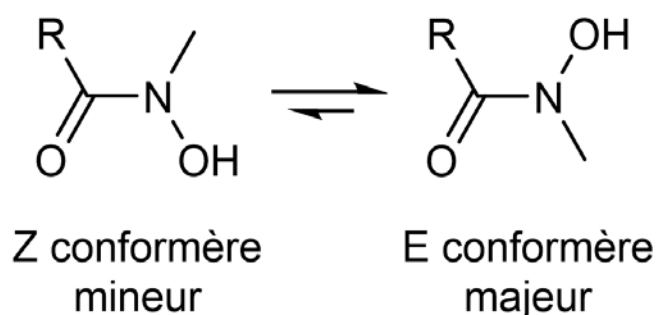

Figure 1 : Formule chimique d'acide hydroxamique et ses conformères
puisque'ils ont porté sur des analogues de sidérophores de la famille des acides hydroxamiques. La fonction acide hydroxamique est constituée d'une hydroxylamine sur un groupe carbonyle (Fig. 1) et la structure est telle que la rotation autour de la liaison C-N centrale est restreinte. [2] La molécule prédomine en solution aqueuse sous la forme dite E, dans laquelle les deux atomes d'oxygène sont mal orientés pour permettre la coordination d'un cation métallique de façon bidentée. Ainsi, pour réaliser la formation d'un cycle chélate autour d'un centre métallique, un atome d'oxygène doit tourner autour de la liaison C-N pour les rapprocher tous les deux, comme on le trouve dans le conformère Z qui est prédisposé à la chélation. Le coût énergétique de cette rotation correspond à environ 5 kJ/mol.
Abb. 1: Scaffolds als Matrix für Geweberegeneration (abgeleitet aus [1]). Die Porengrösse der Scaffolds muss Zellinvasion erlauben (1). Die mechanischen Eigenschaften sollten möglichst denen des nativen Gewebes entsprechen (2). Nährstoffe, Wachstums- und Differenzierungsfaktoren sollten in das Scaffold diffundieren können (3). Zellen sollten am Scaffold adhären und neue extrazelluläre Matrix (ECM) im Scaffold synthetisieren können (4). Das Scaffold sollte vom Körper resorbierbar sein und weder Scaffold noch dessen Abbauprodukte dürfen toxisch sein (5). Die Zellen und die neu gebildete ECM ersetzen das Scaffold und stellen das natürliche Gewebe dar.
in der Zahnmedizin zur Weichgeweberegeneration eingesetzt. Fibro-Gide® ist eine poröse Kollagenmatrix, welche die Geweberegeneration nach einem chirurgischen Eingriff unterstützt. Das Scaffold fungiert dabei als Gerüststruktur, welche körpereigenen Zellen Platz und Oberfläche bietet, um sich zu vermehren. Die Zellen sollen dabei in das Scaffold migrieren, dort proliferieren und anschliessend das Gewebe regenerieren können (Abb. 1).